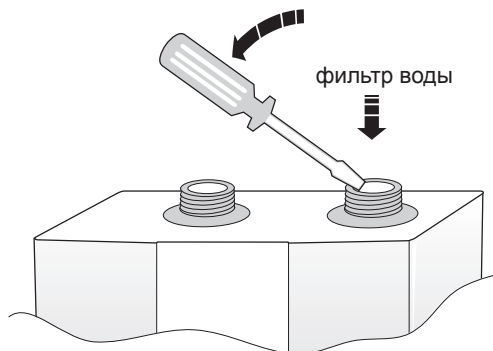

рис. 8
3. Извлечь фильтр (лучше всего это делать с помощью маленькой отвертки - рис.8)